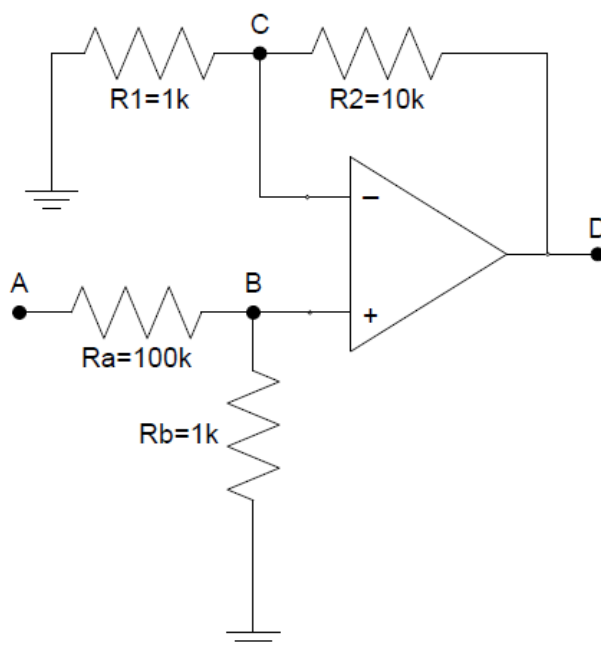

Figura 2: Circuito Amplificador Não-Inversor com Atenuador na Entrada
A. Monte o circuito da figura 2.
A. Utilizando o circuito da Figura 2, aplicar uma tensão de +12V na entrada (nó A).